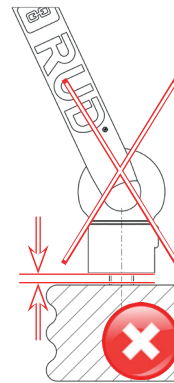
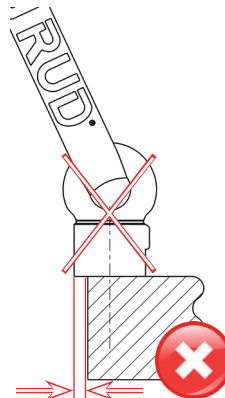

Fig. 11: El cáncamo debe estar atornillado por completo.
Fig. 12: El TXP se debe apoyar íntegramente sobre la superficie (apoyo $\geq D$)
- El cáncamo siempre se debe enroscar por completo (véase Fig. 11).
- Asegúrese de que la superficie de apoyo sea al menos igual al diámetro D del cáncamo TXP. Los cáncamos TXP se deben apoyar íntegramente sobre la superficie (apoyo $\geq D$) (véase Fig. 12 y Tabla 4).
- La superficie de contacto del TXP debe apoyarse en plano e íntegramente sobre la superficie de atornillado (véase Fig. 11 y Fig. 12).